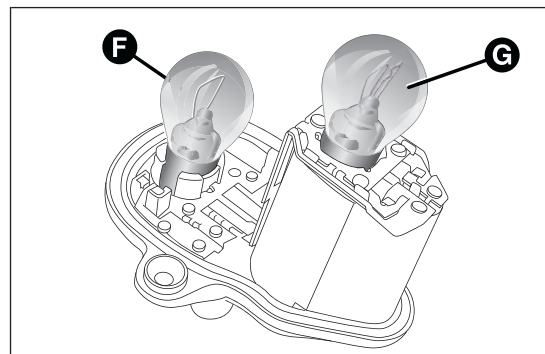

fig. 174
- remplacer ensuite l'ampoule concernée : F = indicateurs de direction ; G = feux de position/stop fig. 174.